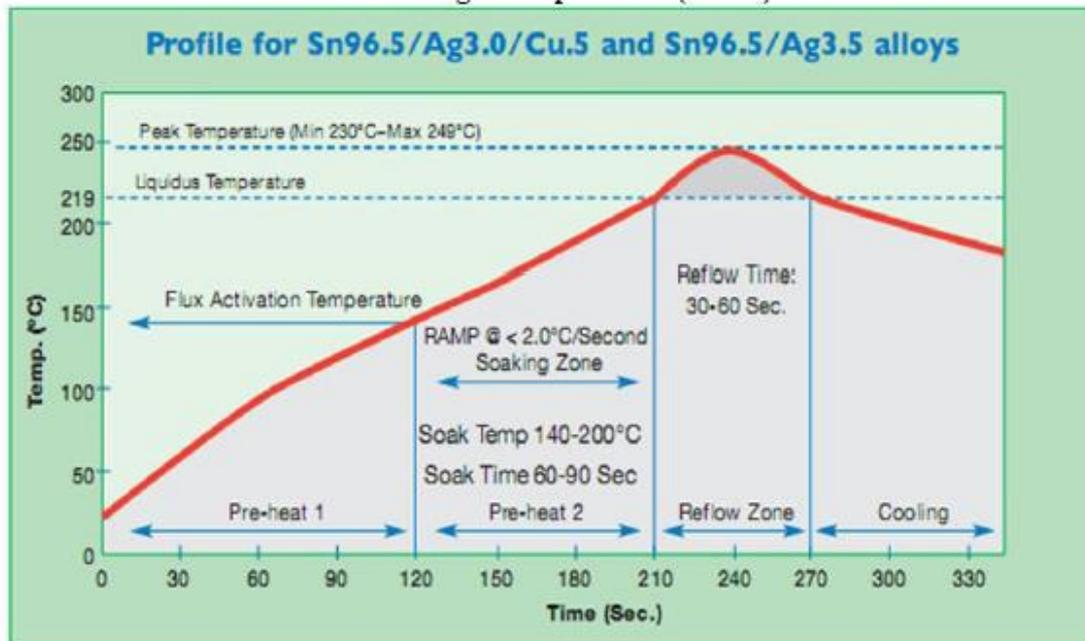

Figure 12: Recommended Reflow Profile – High Temperature (RoHS)
- (4) アダプタのはんだボールと基板のパッド間の表面張力により整列させることが出来ます。
- (5) リフロー (Figure 12) :